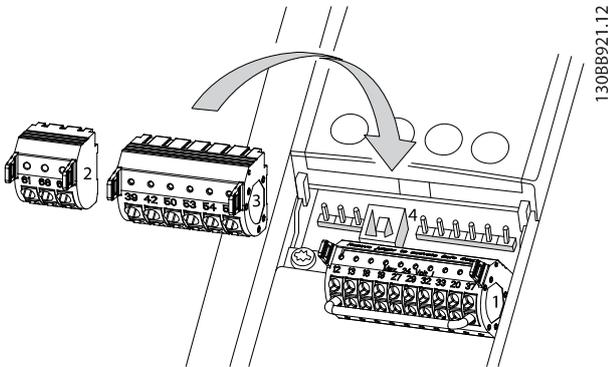
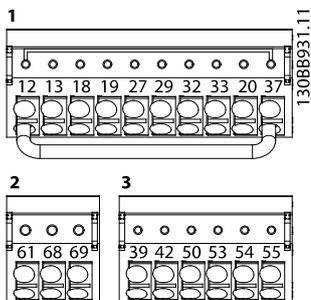

Abbildung 4.8 Anordnung der Steuerklemmen
Abbildung 4.9 Klemmennummern
- Ist der Frequenzumrichter an einen Thermistor angeschlossen, müssen die Thermistorsteuerleitungen abgeschirmt und verstärkt/zweifach isoliert sein. Wir empfehlen eine 24-V-DC-Versorgungsspannung. Siehe *Abbildung 4.8*.
In *Abbildung 4.8* und *Abbildung 4.9* sind die entfernbaren Frequenzumrichteranschlüsse zu sehen. *Tabelle 4.2* fasst Klemmenfunktionen und Werkseinstellungen zusammen.